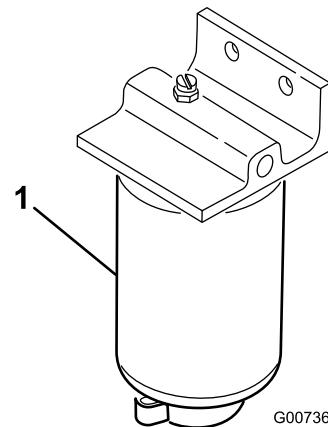

図 40
2. フィルタ容器 (図 40) の周辺をウェスできれいにぬぐう。
4. フィルタのドレンプラグとブリーザバルブを開く (図 40)。